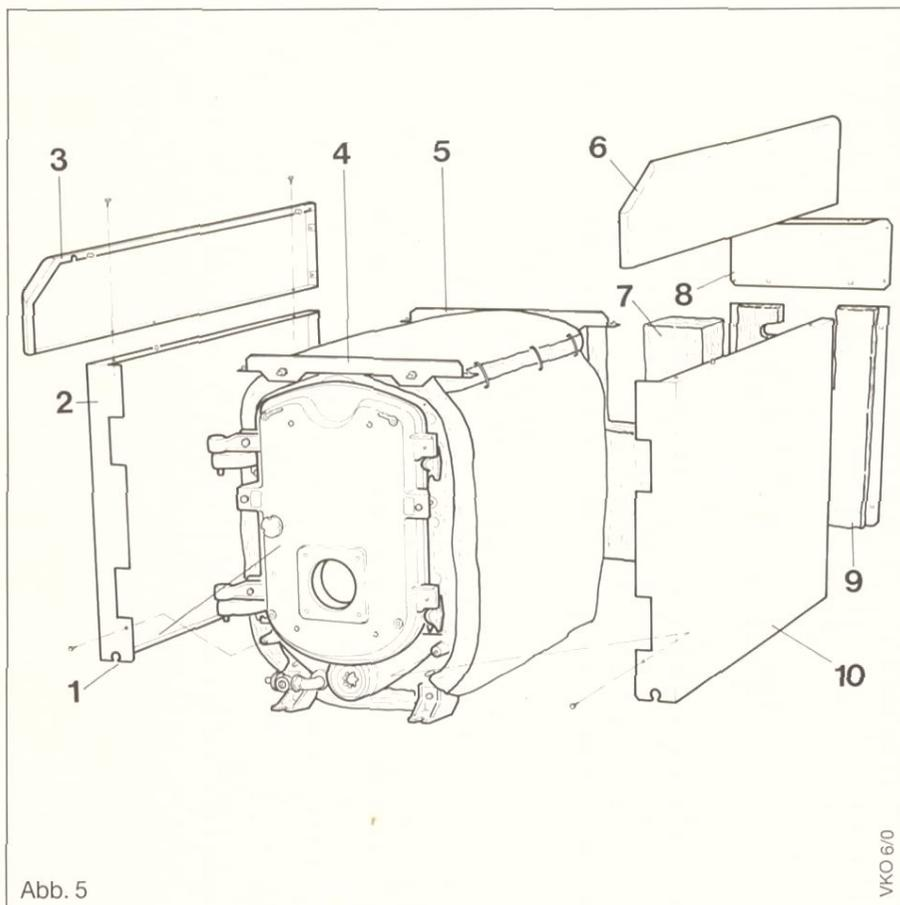

Abb. 5
(13) Tauchhülse für Fühler von Kesseltemperaturregler, Sicherheitstemperaturbegrenzer und Kesselthermometer.
Den Kessel-Füll- u. Entleerungshahn (12) mit Winkel (11) wie in Abb. 5 gezeigt montieren.
- Füll-/Entleerungshahn (gehört zum Lieferumfang). Er ist in die Rp-1/2-Bohrung zu schrauben und einzudichten. Siehe Pos. 12, Abb. 5.
Den Schaltkasten (2) mit den seitlichen Haltebolzen oder an den entsprechenden Aussparungen der Seitenverkleidungsoberseite einrasten und auf der Halteschiene (4 – Abb. 5) mit Schrauben befestigen.